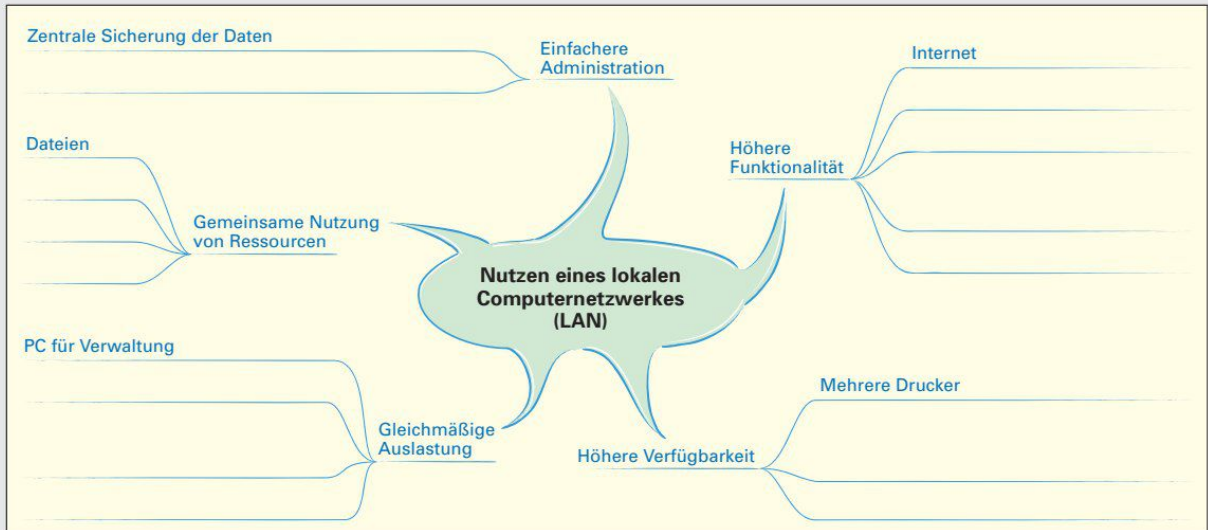

Bild 1: Nutzen eines lokalen Netzwerkes
1. PCs werden zunehmend in lokale Netzwerke integriert. Ergänzen Sie die Mindmap (**Bild 1**) mit Argumenten, für die verschiedenen Vorteile, die ein lokales Computernetzwerk bietet und präsentieren Sie Ihr Ergebnis.